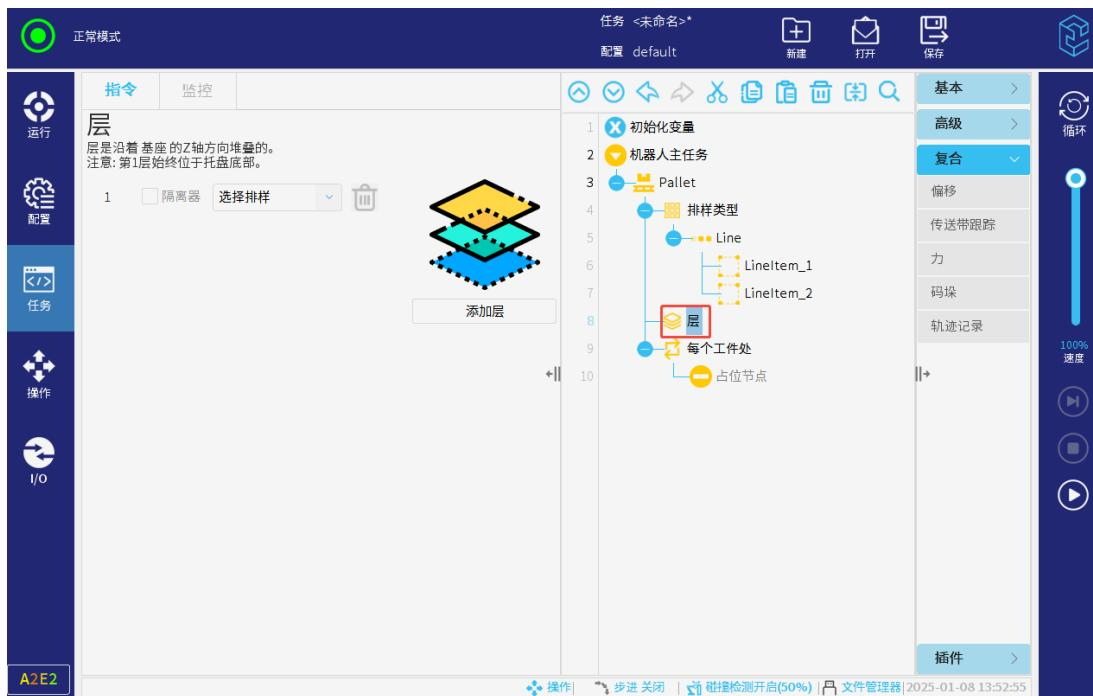

图 3-127: 设置层
4. 点击任务树中的“层”节点，点击“添加层”，设置码的层数及每一层的排样类型，以及是否包含隔离层，如图 3-127所示。